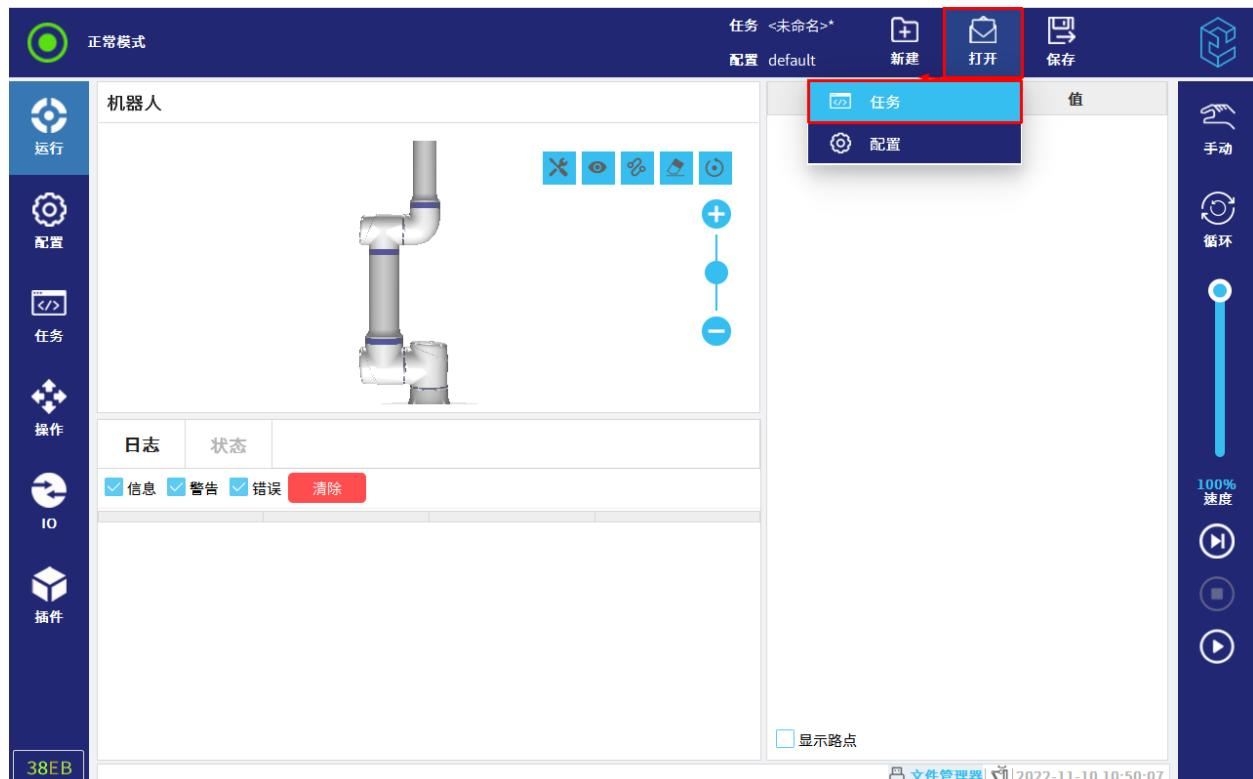

图 8-6 打开任务
- 在任务和配置管理器中，点击“打开”，然后选择“任务”，如图 8-6 所示。